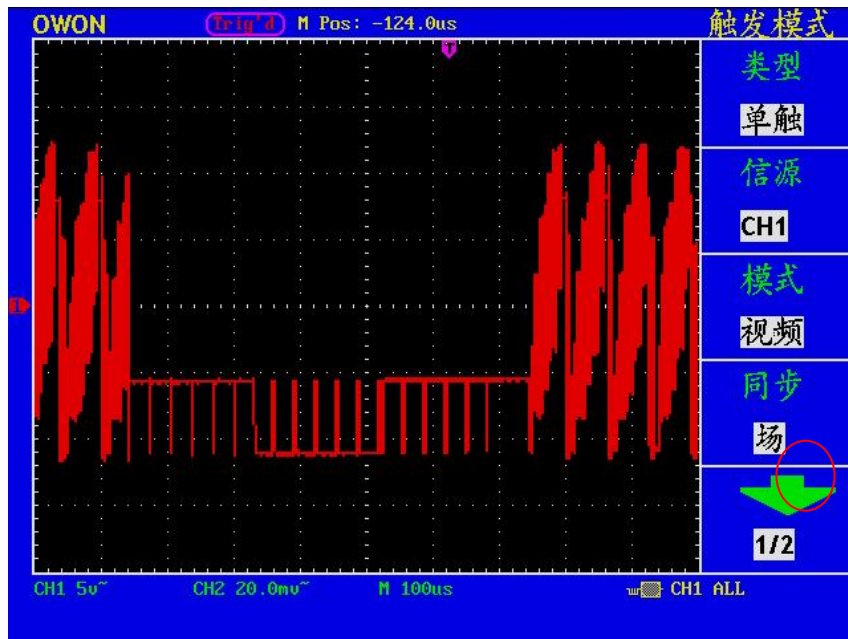

图 48： 视频场触发波形
- 5、按 **F4** 菜单选择按键，选择同步为 **场**。屏幕显示见图48。